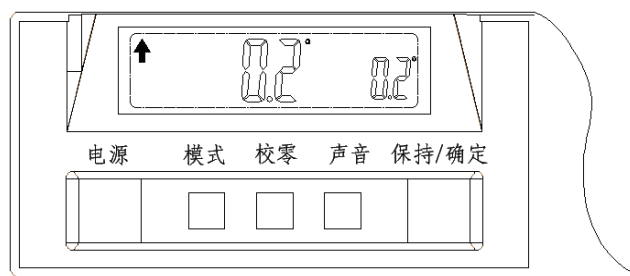

图 G-4
3) 1 秒后, 坡度计进入工作状态, 液晶显示区显示测量角度, 见图 G-4;